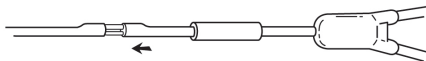

Fig. 4
4. Introduza a(s) cânula(s) pequena(s) de metal no(s) lúmen(s) pequeno(s) da ponta do cateter (Fig. 4)